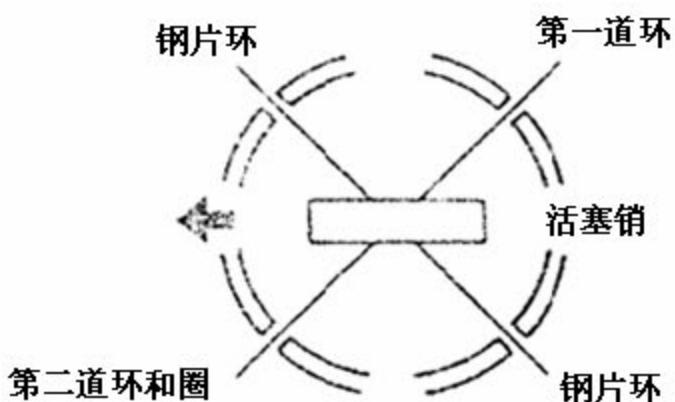

图 3-51
b). 如图 3-51 所示，对准气环和油环（钢片环和隔圈）的开口间隙。